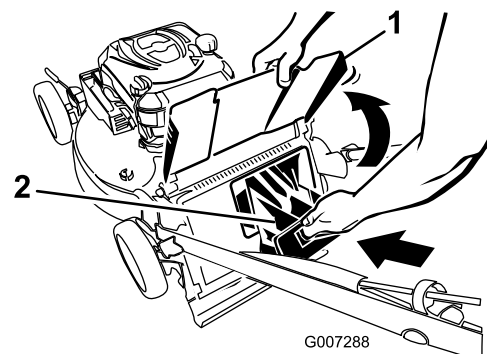
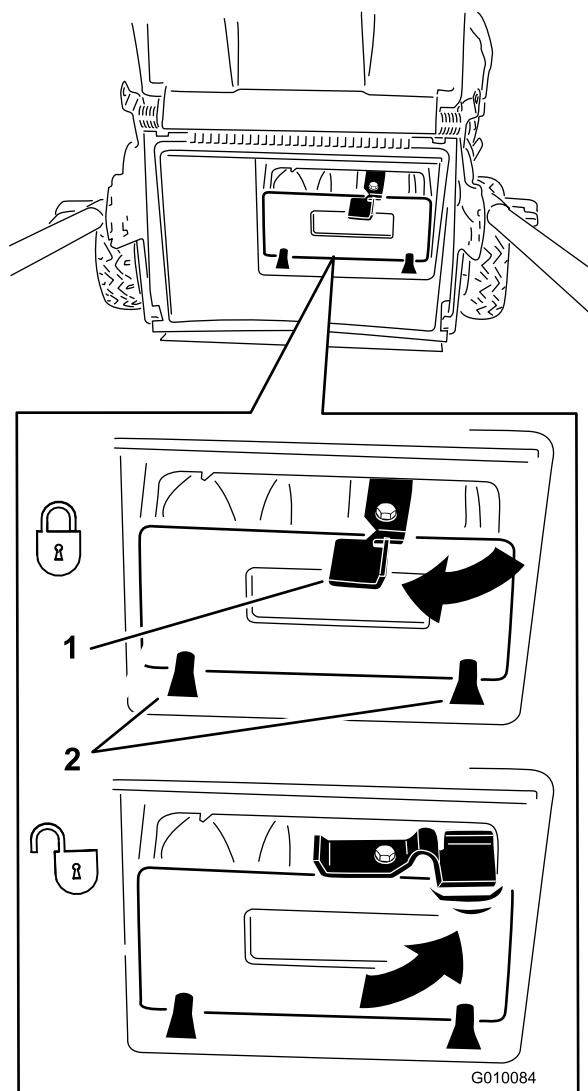

Figura 18
Figura 19
**Importante:** Verificate che il coperchio di scarico posteriore sia montato. Per bloccare il coperchio: Sollevate il deflettore di scarico posteriore (Figura 18), spingete con decisione il coperchio finché non si inserisce con uno scatto dietro le linguette e ruotate la leva sul coperchio a sinistra (Figura 19).
**Nota:** Per sbloccare il coperchio, ruotate la leva sul coperchio verso destra (Figura 19).